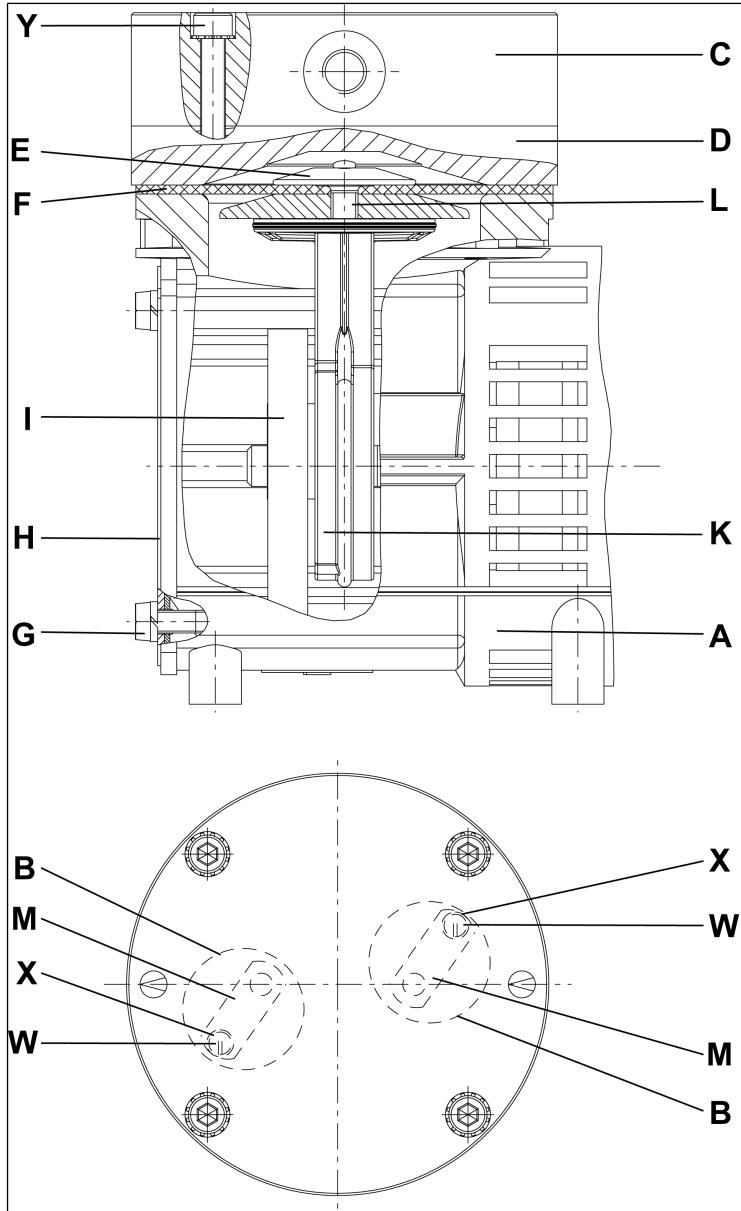

Fig.7: Pièces de pompe pour types de pompe avec têtes lisses et ressorts de soupape (acier inoxydable, symbolique)
*\*\*Selon Fig. 7*
**i** Les numéros de position se réfèrent aux Fig. 7.
2. Retirez le couvercle du carter (H) : desserrez les vis de fixation (G) du couvercle du carter (H) et retirez le couvercle du carter.
3. Sur une tête de pompe, marquez le carter (A), la culasse (D) et le couvercle (C) avec un trait de crayon continu. On évite ainsi de monter les pièces de façon incorrecte lors d'un montage ultérieur.
4. Desserrez les quatre vis à six pans creux (Y) et retirez le couvercle (C) et la culasse (D) du carter.
5. Retirez les joints toriques (B) du couvercle (C).
6. Desserrez les vis de fixation de soupape (W) dans le couvercle et la culasse et retirez les ressorts de soupape (M).
7. Pour toutes les pompes sauf le modèle .9 : Desserrez le boulon à tête fraisée (L) et retirez le support membrane (E) et la membrane (F).